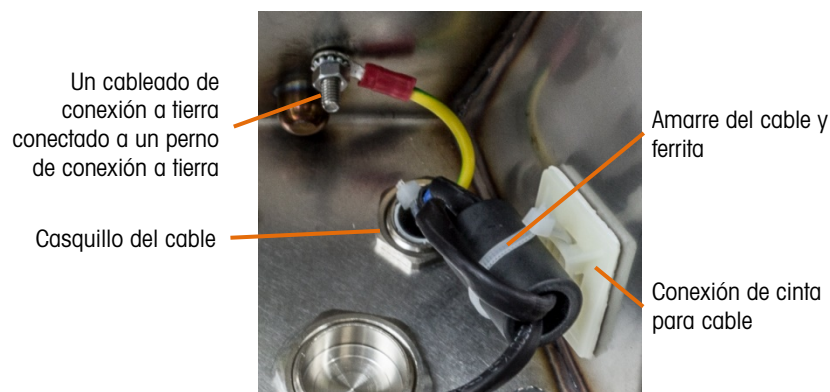

Figura 2-16: Ubicación revertida del cordón eléctrico
- K. Instale la ferrita en el cable de energía, dando una vuelta como se muestra en la Figura 2-16.
- L. Fije la conexión de la cinta para cable en la caja, en el lugar que se muestra en la Figura 2-16 y en la Figura 2-17. Sujete en su lugar la ferrita con cinta de cable y corte cualquier exceso de longitud de la cinta.